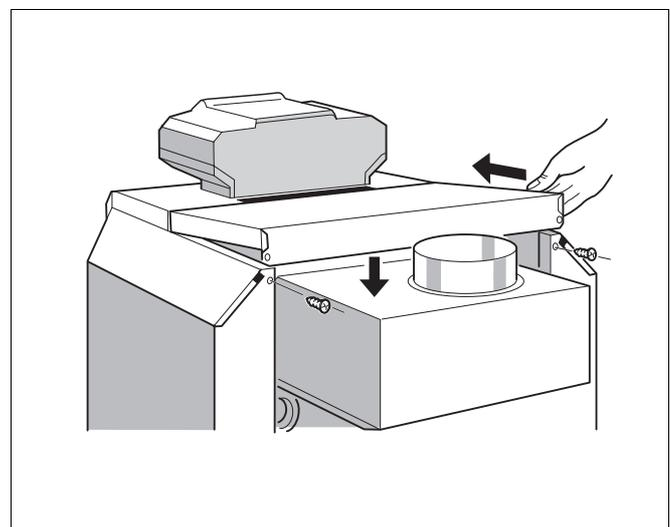

Abb. 19 Hintere Kesselhaube montieren
- Hintere Kesselhaube mit den Laschen unter die vordere Kesselhaube schieben und hinten nach unten drücken (Abb. 19).